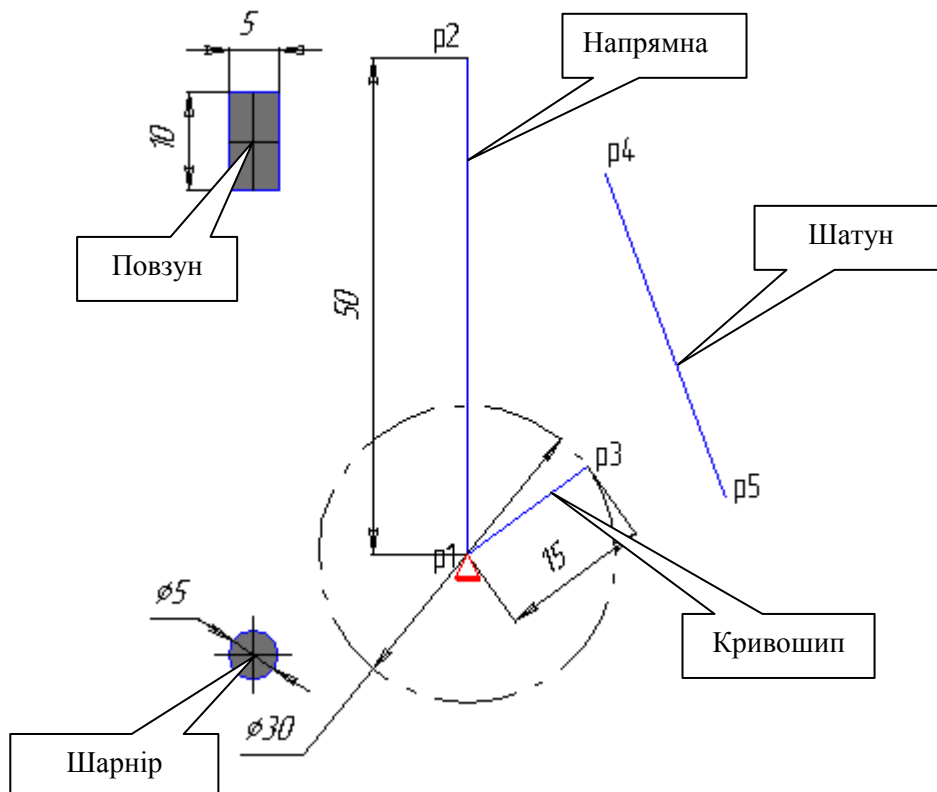

Рисунок 3.2 - До вправи № 3.2
**Вправа № 3.2:** Виконайте геометричні побудови, як показано на рис. 3.2. При обертанні кривошипа повзун повинен переміщуватися вздовж напрямної.